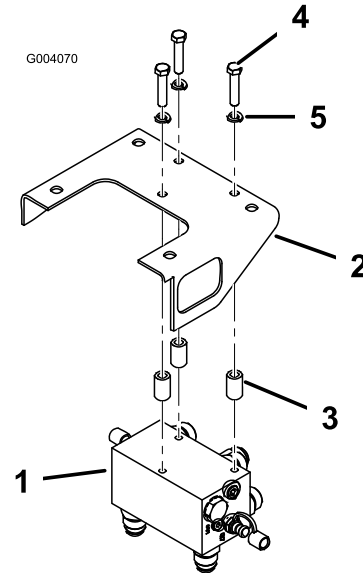

Bild 5
4. Befestigen Sie die Verteiler mit drei Schrauben (3/8" x 1-3/4"), drei Sicherungsscheiben (3/8") und drei Distanzstücken an der Unterseite der Verteilerhalterung. Setzen Sie die Distanzstücke zwischen die Verteilerhalterung und der Oberseite des Verteilers. Der Verteiler muss so ausgerichtet sein, dass die Anschlussstücke nach hinten und unten zeigen (Bild 5).